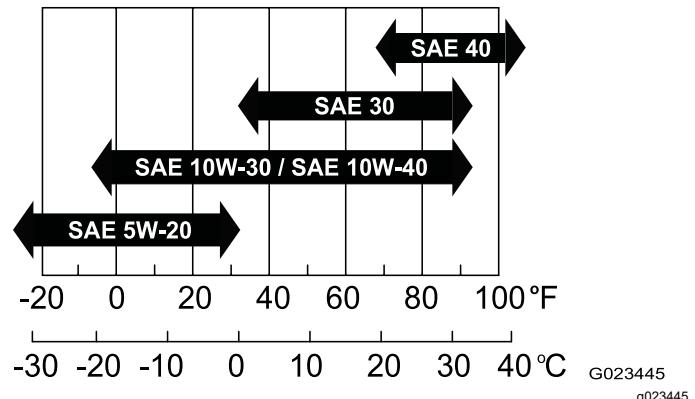

Figure 37
- Viscosité :** SAE 30 ; reportez-vous au tableau suivant pour d'autres viscosités (Figure 37) :